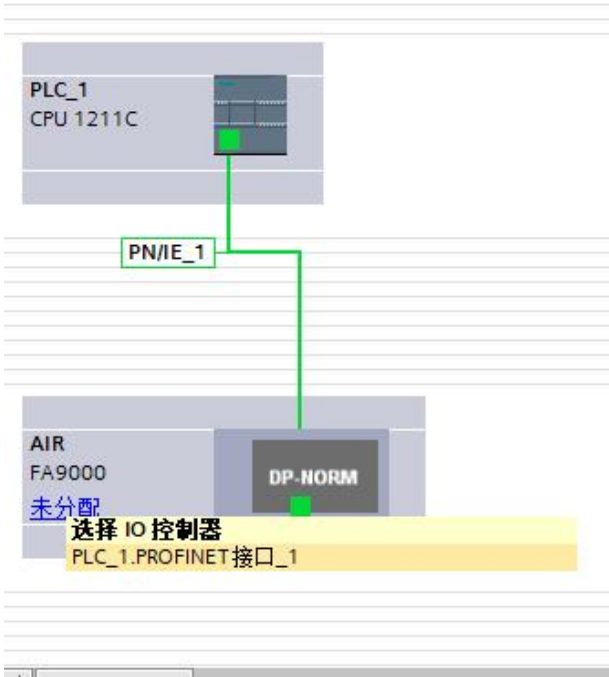

图5-17 分配IO控制器
6、在网络视图图中为IO分配控制器，鼠标单击IO模块中“未分配”，选择PLC_1.PROFINET接口_1,如图5-17所示。